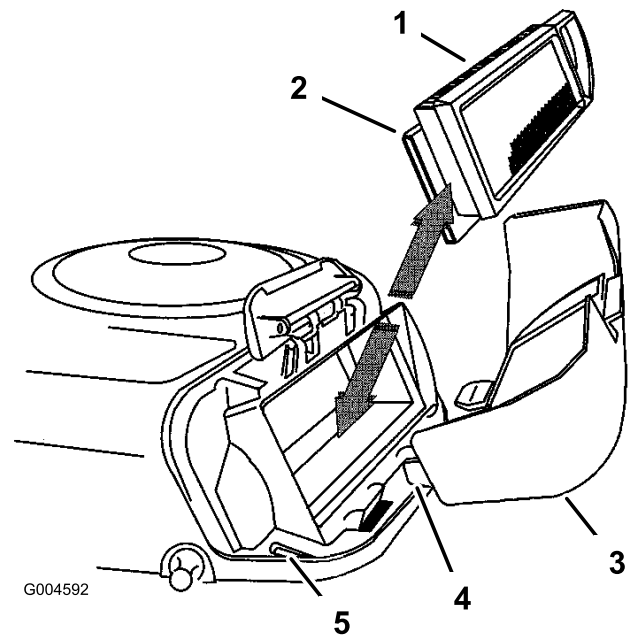

Figura 22
5. Deslice cuidadosamente el filtro de papel y el filtro de gomaespuma para retirarlos de la carcasa del soplador (Figura 22).
3. Enganche el asa en la tapa y empuje hacia abajo el asa para fijar la tapa (Figura 22).